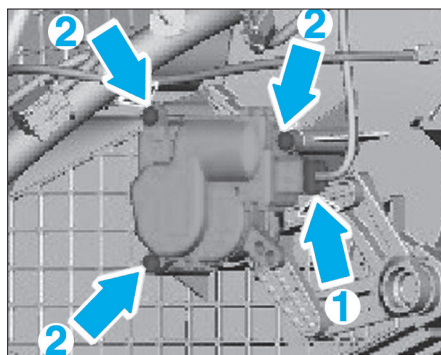

Fig. 38
- Débrancher le connecteur (1) (Fig.38).
- Déposer les vis (2) puis le servomoteur de volet de mélange d'entrée d'air.